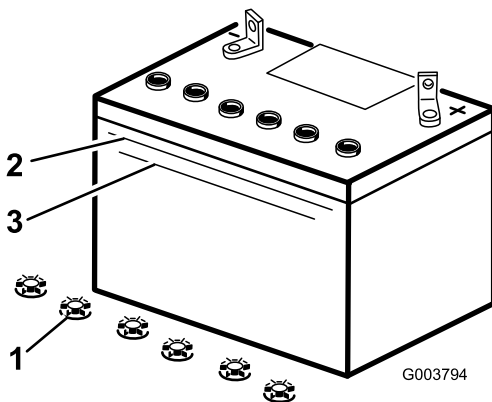

Figura 30
3. Mire hacia el lateral de la batería. El electrolito debe llegar a la línea superior (Figura 30). No permita que el electrolito esté por debajo de la línea inferior (Figura 30).
3. Retire los tapones de llenado de la batería (Figura 30).
4. Vierta lentamente agua destilada en cada célula de la batería hasta que el nivel de electrolito llegue a la línea superior (Figura 30) de la caja de la batería.
5. Espere de cinco a diez minutos después de llenar las células de la batería. Añada agua destilada, si es necesario, hasta que el nivel de electrolito llegue a la línea superior (Figura 30) de la caja de la batería.